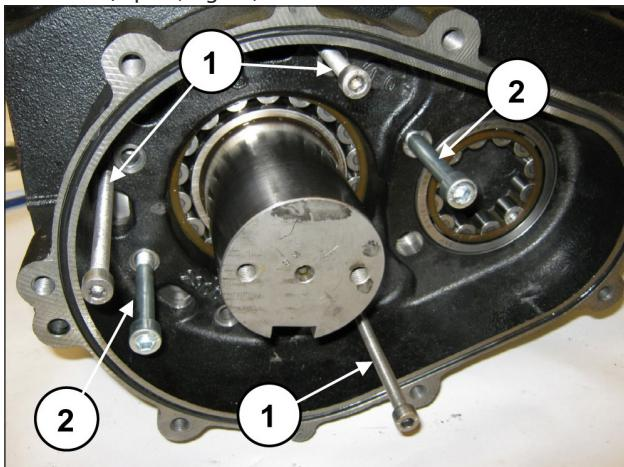

Fig. 23
Positionner 3 goujons ou vis filetées M8 (rep. ①, Fig. 23) faisant office d'extracteurs dans les trous appropriés et deux vis M10 suffisamment longues tenant lieu de support du boîtier de réducteur (rep. ②, Fig. 23).